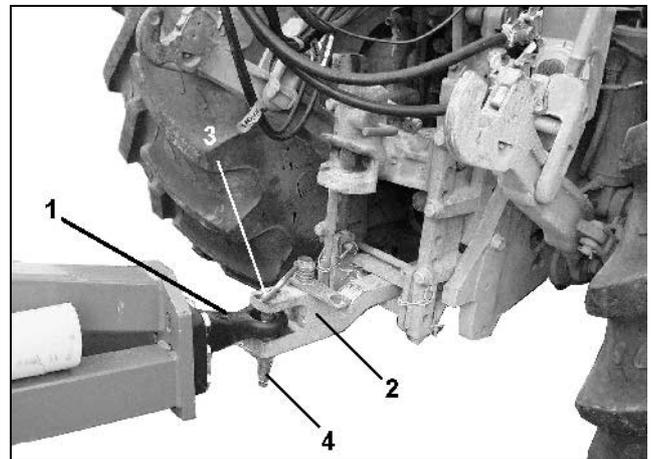

Fig. 16
- Acoplar la máquina por el ojal (Fig. 16/1 al péndulo de tracción (Fig. 16/2) del tractor;
- fijar con el perno (Fig. 16/3) y
- asegurar con el pasador de clavija (Fig. 16/4).